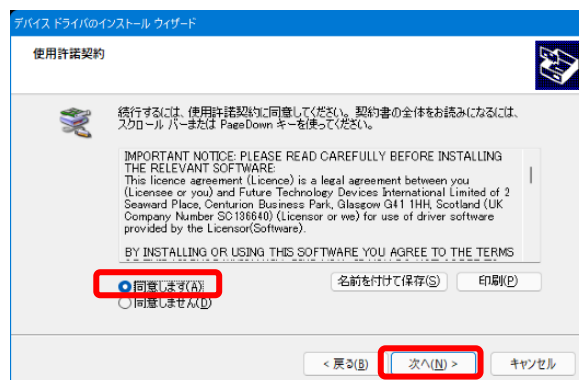

図5 使用許諾契約
- ④ 使用許諾契約画面になりますので、契約内容を確認し「同意します(A)」をチェックした後に「次へ(N)>」をクリックしてください（図5）。